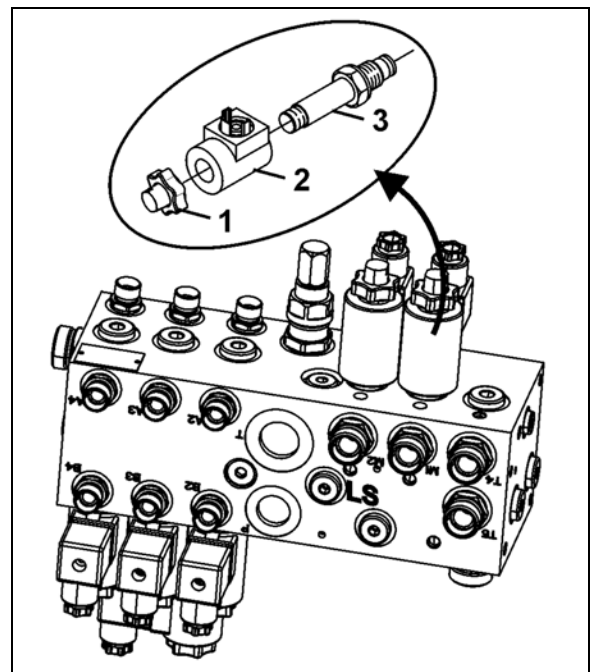

図 59
2. マグネットキャップ (図 59/1) を回して外します。
3. マグネットコイル (図 59/2) を取り外します。
4. バルブロッド (図 59/3) をバルブ座と共に回して外し、圧縮空気または油圧オイルで清掃します。